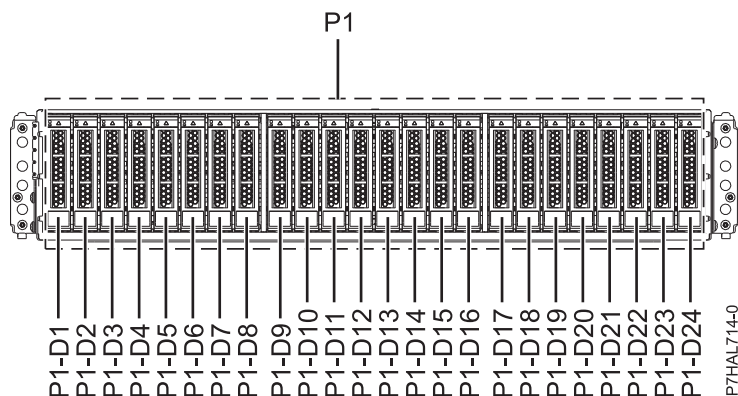
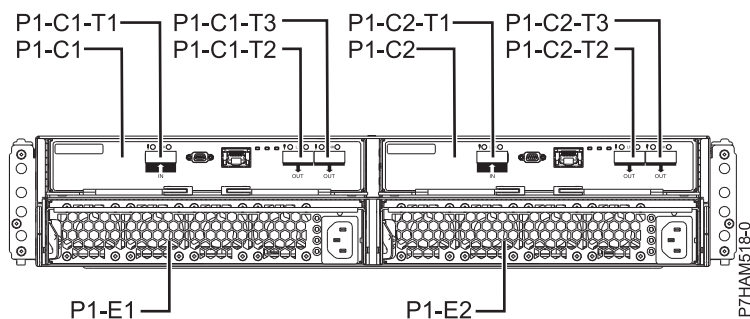

Figura 15. Vista frontal del model allotjament d'unitats de disc 5887 que mostra les ubicacions de les unitats de disc
Figura 16. Vista posterior de l'allotjament d'unitats de disc 5887
1. Identifiqueu la peça i l'allotjament amb què voleu treballar. Les ranures de les unitats de disc i SSD es troben a la part frontal de l'allotjament. A la Figura 15 i a la Figura 16 a la pàgina 17 es mostra la vista frontal i la pista posterior de l'allotjament i les ubicacions de la unitat de disc a l'allotjament.